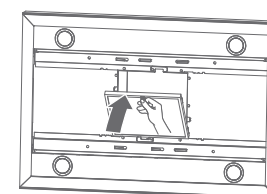
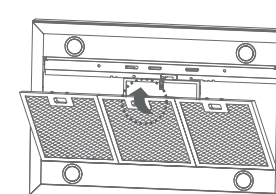

Fig.16
Fig.17
3. Instale el filtro de carbón como se muestra en la fig. 16 e instale las rejillas metálicas (fig. 17).